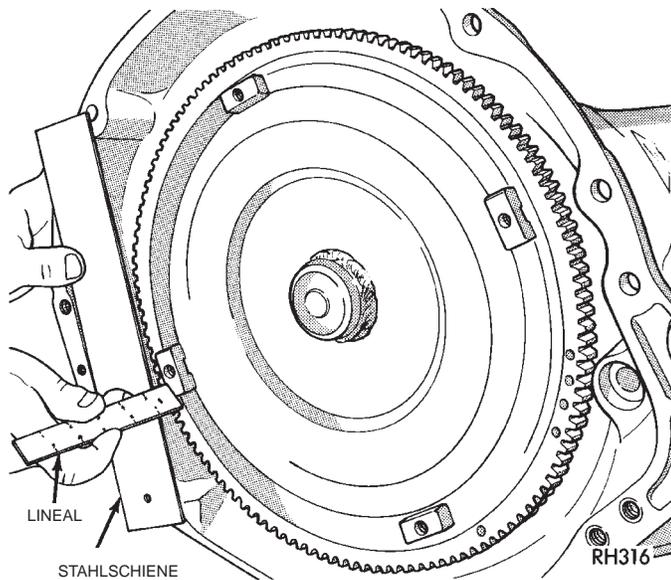

Abb. 20 Sitz des Wandlers prüfen
- (3) Drehmomentwandler an der Öffnung für den Wellendichtring/Ölpumpe ausrichten.
- (4) Wandlernabe in die Ölpumpe einführen.
- (5) Drehmomentwandler beim Einschieben in das Getriebe gleichzeitig drehen, bis der Wandler die Endlage in den Pumpenrädern erreicht hat.
- (6) Sitz des Wandlers mit Lineal und Stahlschiene prüfen (Abb. 20). Die Endlage ist erreicht, wenn die Oberfläche der Wandlermitnehmer 12,7 mm (1/2 Zoll) hinter der Stahlschiene liegt.
- (7) Falls notwendig, den Wandler mit einer am Wandlergehäuse angebrachten Schraubzwinde provisorisch befestigen.
- (8) Getriebe in das Fahrzeug einbauen.
- (9) Getriebe mit der vorgeschriebenen Flüssigkeit befüllen.